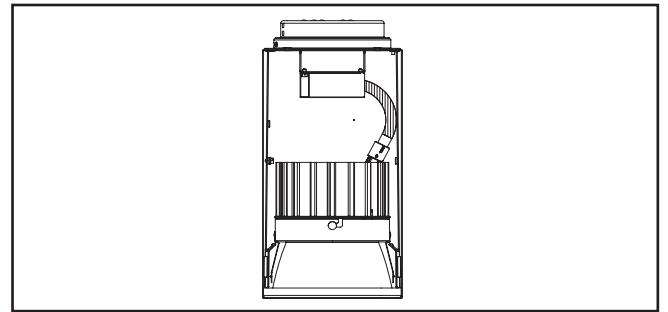

Figura 9.
- Instale el motor de la luminaria LED y la unidad de la moldura insertando los muelles de torsión en los receptores del muelle ubicados dentro del alojamiento (Figura 9.).